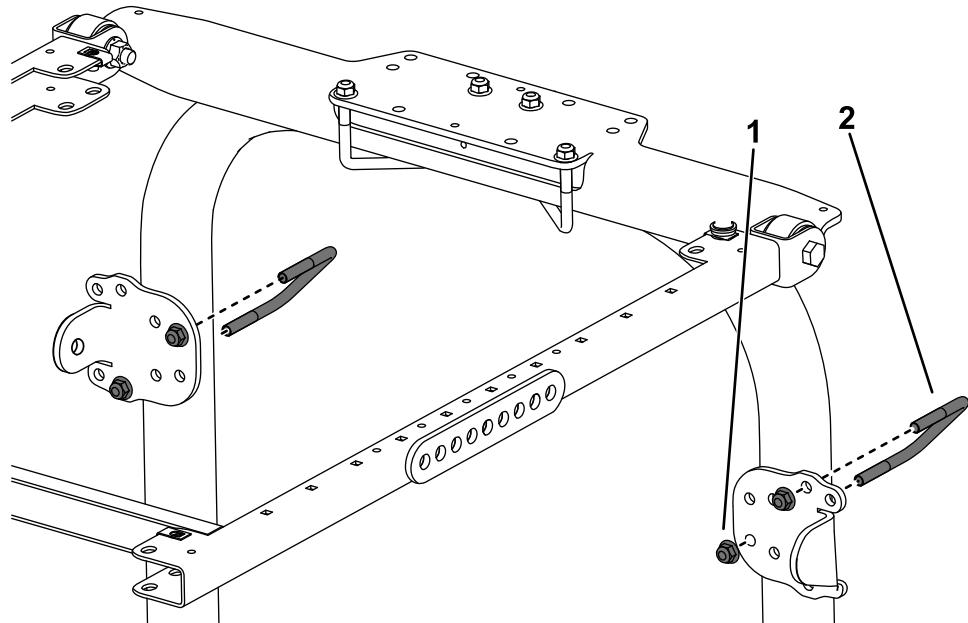

Рисунок 17
- Используя монтажные отверстия, показанные на Рисунок 17, прикрепите, не затягивая, каждый кронштейн подпорки к стойкам защитной дуги с помощью U-образного болта (3½ x 2¾ дюйма) и 2 фланцевых гаек.